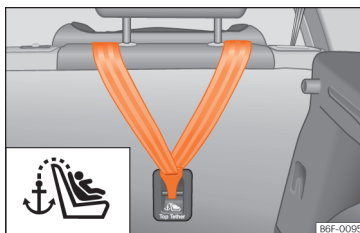
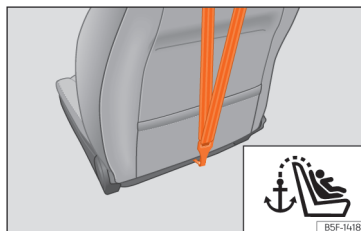

Fig. 49 Part posterior dels seients del darrere: argolles de subjecció per al cinturó Top Tether.
Fig. 50 Part posterior del respall del seient de l'acompanyant: ancoratge per al cinturó Top Tether.
- Feu lliscar la corretja i fixeu-la correctament amb l'ancoratge de la part posterior del respall » » » fig. 49, » » » fig. 50.